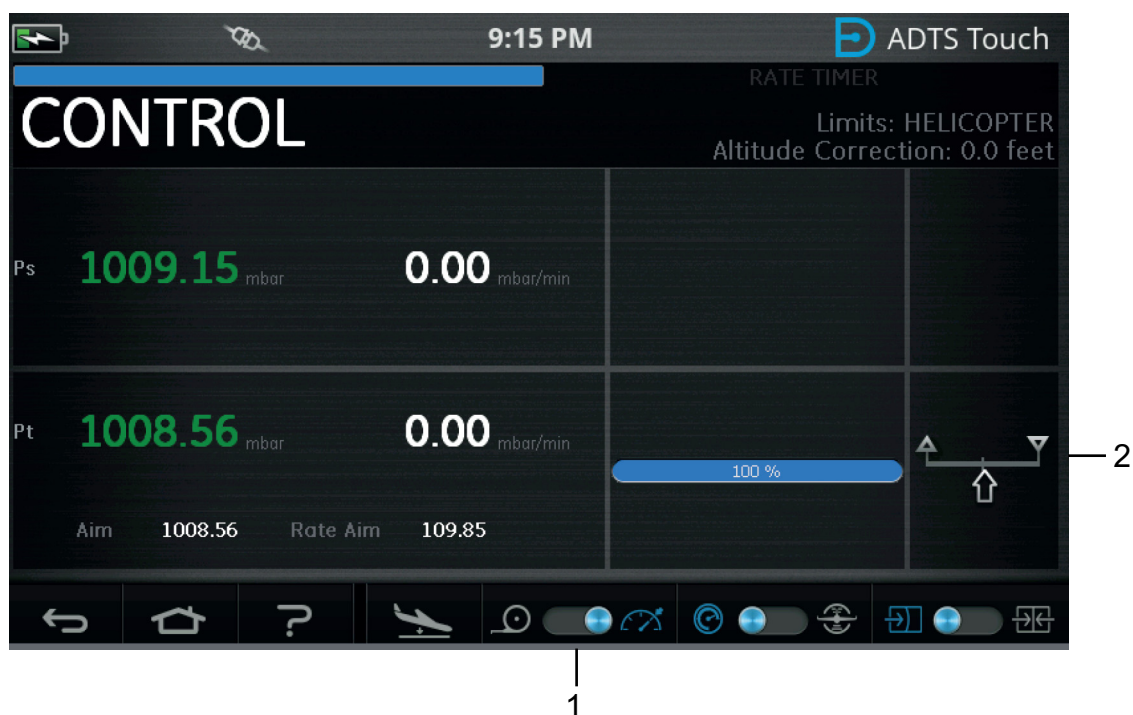

Figura 3-56: Modo de Controle Somente Pt
Figura 3-56 mostra que o canal Ps está no modo Medida e o canal Pt está no modo Controle, conforme mostrado pela indicação (2).